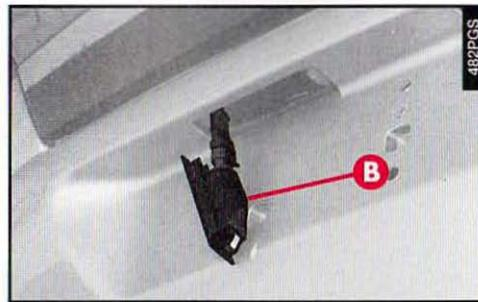
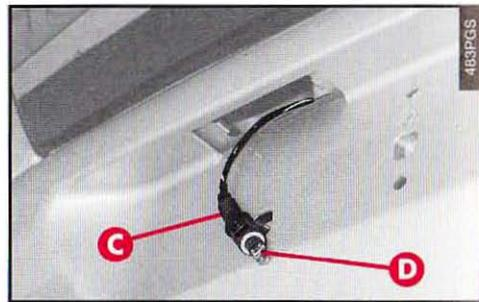

fig. 63
fig. 64
- Sortir le groupe (**B-fig. 63**).
- Sortir le porte-lampe (**C-fig. 64**) en faisant tourner légèrement et remplacer l'ampoule (**D-fig. 64**) montée par pression.
- Remonter le porte-lampe (**C-fig. 64**) et le groupe complet (**B-fig. 63**).